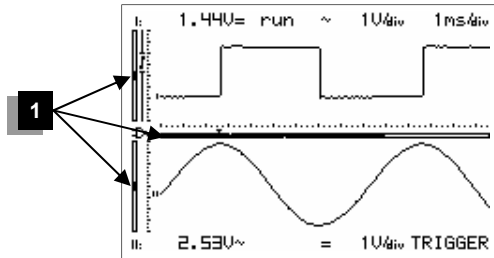

Fig 39
First press the 'Move' key before pressing the arrow keys in order to move the signal in the direction of the arrows. Prolonged pressing will make the X or Y- position change faster. A black bar (1) indicates the relative position of the signal in the window, see fig. 39 to 41.
Langdurig indrukken zal de X of Y-positie sneller verschuiven. Een zwarte schuifbalk (1) duidt de relatieve positie van het signaal op het scherm, zie fig. 39 tot 41
Enfoncez d'abord la touche "move" avant d'utiliser les curseurs fléchés pour déplacer le signal dans la direction voulue. Maintenez la touche enfoncée pour déplacer rapidement la position Y. Une barre noire (1) indique la position relative du signal dans l'exemple de fenêtre. (Fig.39 à 41)
Drücken Sie zuerst die „move“ Taste, bevor Sie die Pfeiltasten drücken. Das Signal wird in Richtung der gedrückten Taste verschoben. Langes Drücken sorgt für ein schnelleres Verschieben der Y-Position. Ein schwarzer Rollbalken (1) zeigt die relative Position des Signals im schirm (Abb. 39 bis 41).